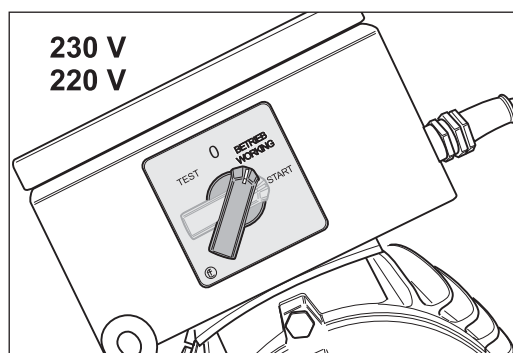

Abb. 18 Nachdem der Motor die volle Drehzahl erreicht hat, den Schalterknopf loslassen. Er nimmt automatisch die Position -BETRIEB (WORKING)- ein.
- 3 Nachdem der Motor die volle Drehzahl erreicht hat, lassen Sie den Schalterknopf los. Er nimmt automatisch die Position -BETRIEB (WORKING)- ein (Abb. 18).**